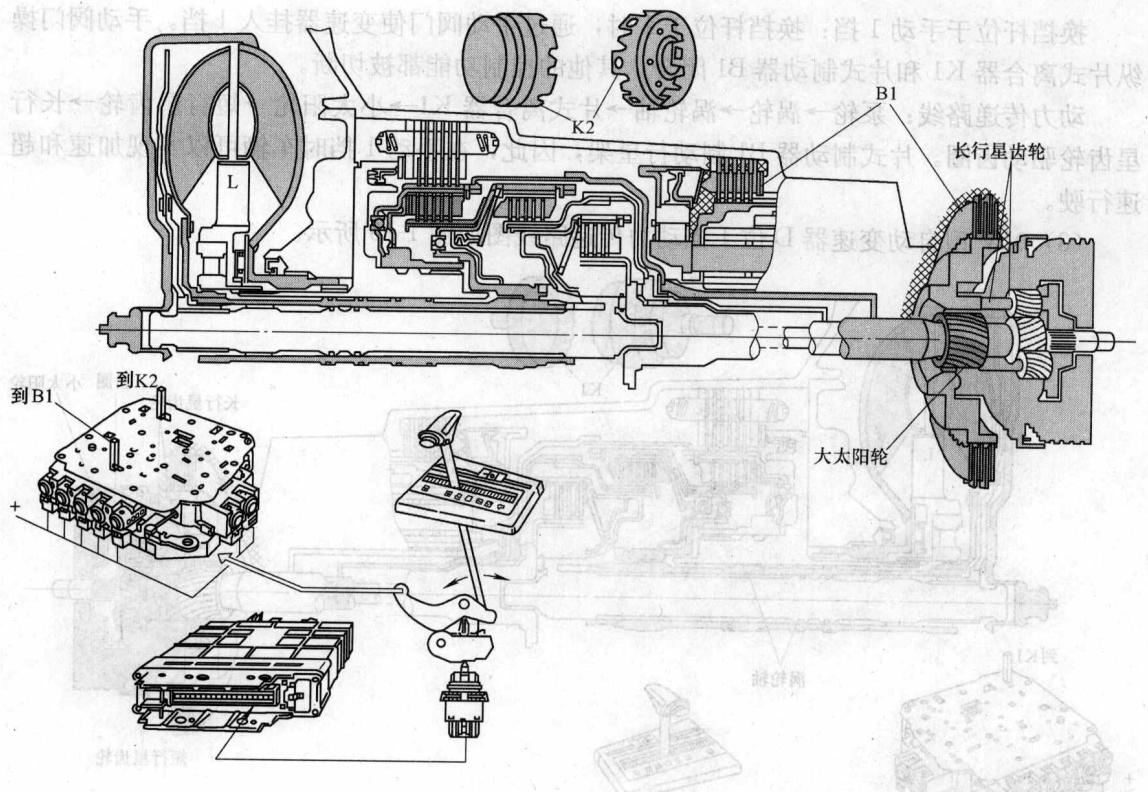

图 1-14 R 位动力传递路线
(1) 01V 型自动变速器 R 位动力传递路线如图 1-14 所示。